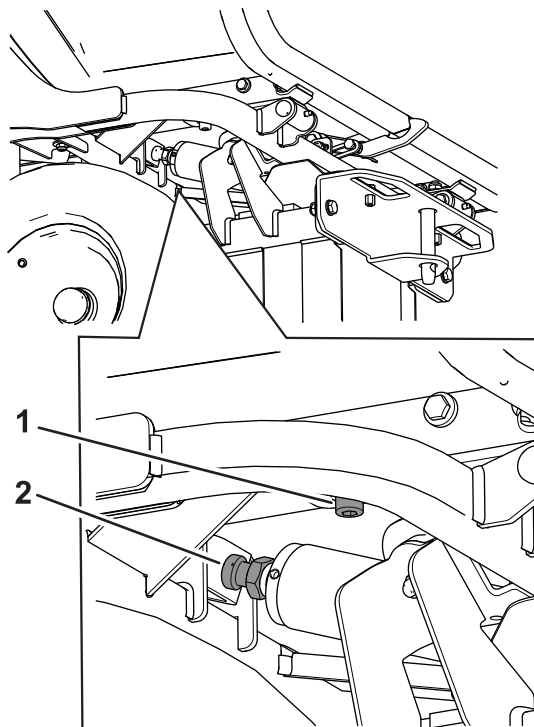

図 108
2. ホッパーを動かす必要がある場合は、油圧シリンダロッド上部にある安全ナットをゆるめる 図 108。